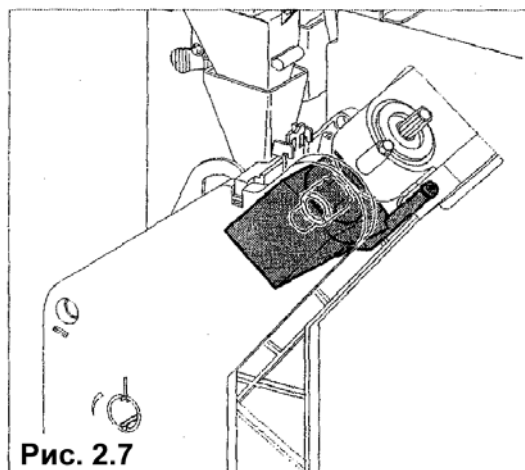

Рис. 2.7
- Насос, который дозирует воду в соответствии с запрограммированным количеством и которым управляет специальное электронное устройство (измеритель объема), извлекает воду из бака для горячей воды для приготовления кофе (рис. 2.7).